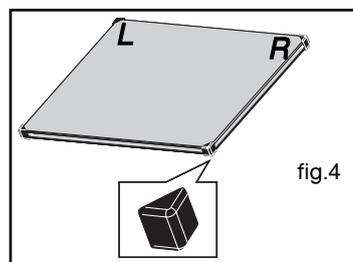

fig.4
- Si nécessaire, retirez l'ensemble des glaces intérieures de la porte. Cet ensemble est composé d'une ou deux glaces selon modèle avec à chaque coin une butée caoutchouc noire (fig.4).
Si vous souhaitez différer le départ, sélectionnez l'heure de fin et modifiez la en entrant l'heure de fin de pyrolyse souhaitée (fig 4).